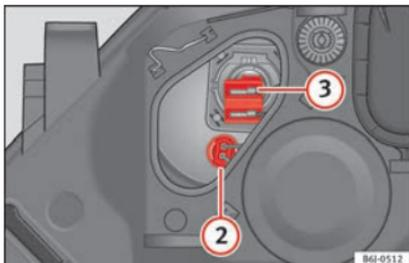

Fig. 98 Luci di posizione e abbaglianti.
- Estrarre il connettore **» fig. 98 2** tirando verso l'esterno.
- Estrarre il connettore **» fig. 98 3** tirando verso l'esterno.